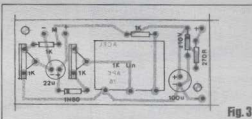

Fig. 3
- FIG. 3 - CHAPEADO DA MONTAGEM - Lado não cobreado da placa, com todos os componentes da parte eletrônica (menos o galvanômetro...) posicionados, identificados pelos seus códigos, valores e polaridades... Atenção à orientação dos dois diodos (o zener de 10V e o 1N60...), referenciada pelas faixas ou anéis de *catodo*... Observar ainda a polaridade dos dois eletrolíticos (lembrar que a *permanência* longa dos ditos cujos indica o terminal *positivo*...). Para facilitar a inserção e soldagens dos pinos dos *trim-pots*, não